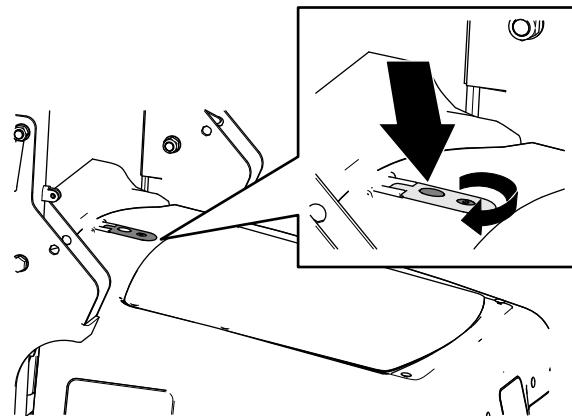
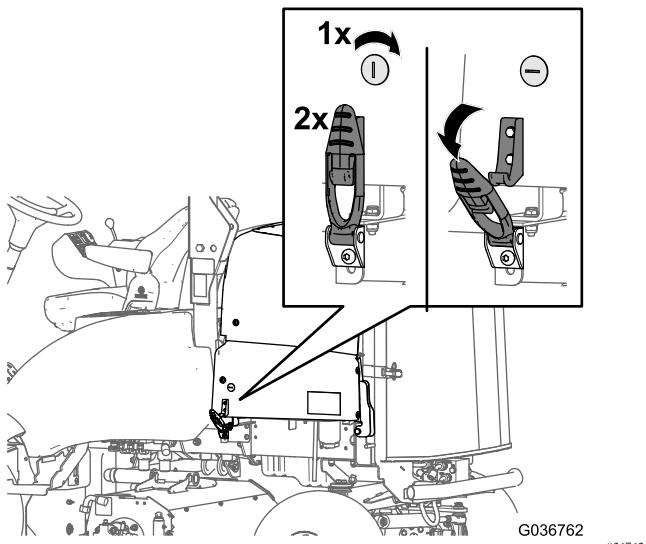

Figure 1
Figure 2
1. Insérez la clé du capot dans la serrure du capot et tournez-la de 90° dans le sens antihoraire (Figure 1 ou Figure 2).
- Pour les machines munies d'un verrou de capot sur le haut : appuyez sur le bouton du verrou de capot (Figure 1).
- Pour les machines munies de verrous de capot sur le côté : dégarez les 2 verrous de capot de leurs attaches (Figure 2).